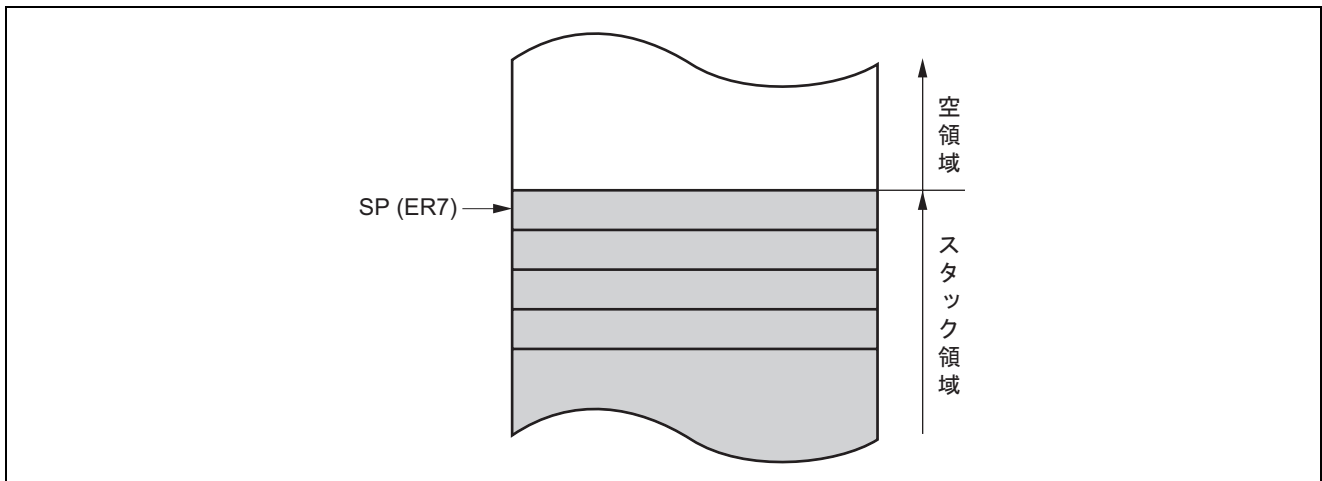

図 2.8 スタックの状態
汎用レジスタ ER7 には、汎用レジスタとしての機能に加えて、スタックポインタ (SP) としての機能が割り当てられており、例外処理やサブルーチン分岐などで暗黙的に使用されます。スタックの状態を図 2.8 に示します。